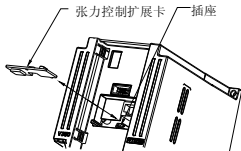

图2 APV-B300 安装示意图
■ II类张力控制扩展卡安装请参照图2。
- ① 取下变频器操作面板，在插座处插入张力控制扩展卡直至接触良好；